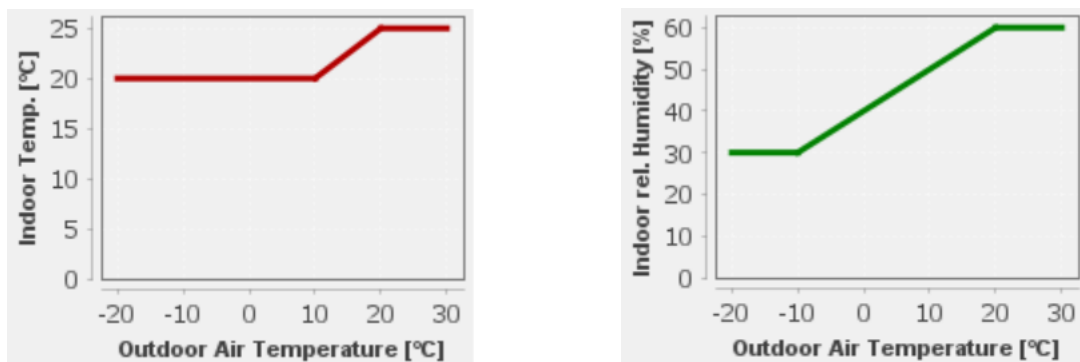

Figura 4. Temperatura interioară și umiditatea relativă a aerului interior, în funcție de temperatura exterioară.
- Temperatura aerului interior - variabilă în funcție de temperatura exterioară, conform variației descrise în Figura 4